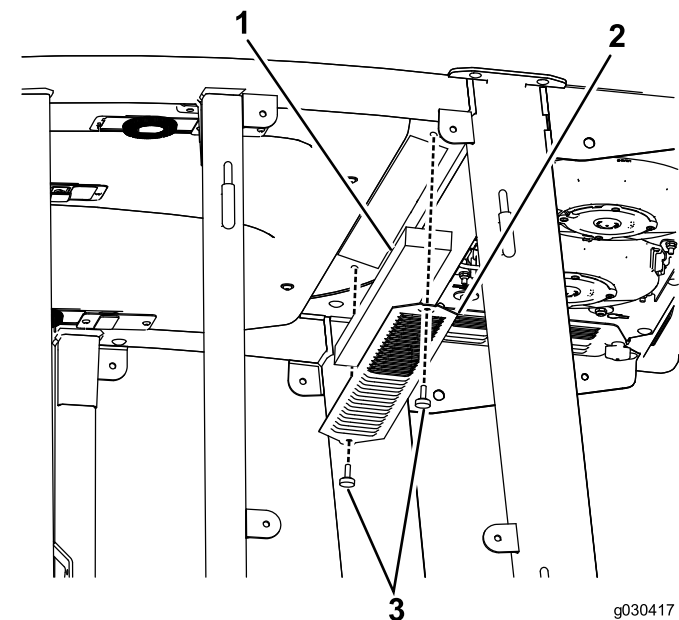

Figura 53
1. Retire los tornillos y las rejillas que cubren el filtro interior de la cabina y el filtro que está detrás de la cabina (Figura 53).